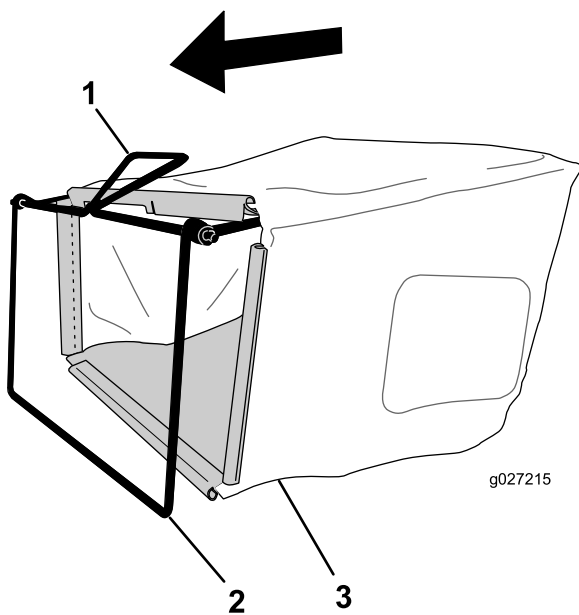

Figura 8
1. Coloque la bolsa de recogida sobre el bastidor, según se muestra en Figura 8.
**Nota:** No coloque la bolsa sobre el manillar (Figura 8).